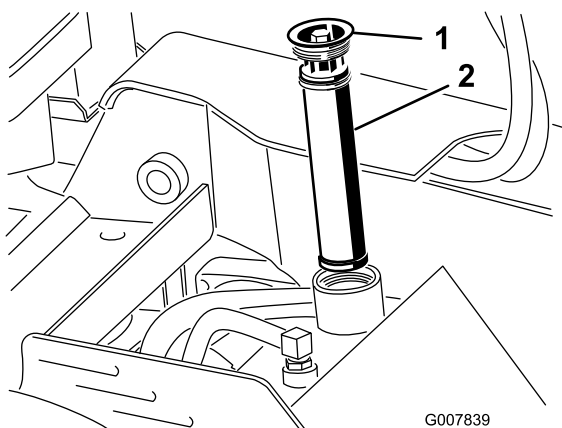

Figura 59
5. Togliete il filtro dell'olio e gettatelo (Figura 59).
6. Inserite il filtro idraulico di ricambio e il tappo di riempimento (Figura 59) e serrate il bullone della parte superiore a 13–15,5 Nm.
6. Togliete il tappo del serbatoio idraulico e il filtro (Figura 59).
12. Inserite il filtro idraulico e il tappo di riempimento (Figura 59) e serrate il bullone della parte superiore a 13–15,5 Nm.